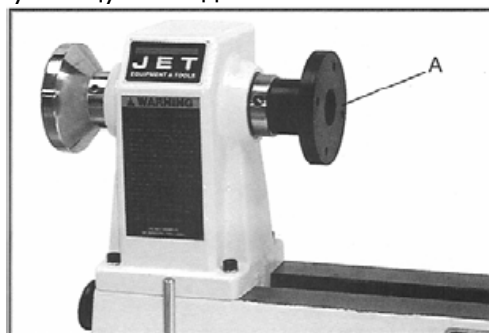

Рис. 6
**Зажимной диск** (А, Рис. 6) крепится к переднему концу шпинделя.